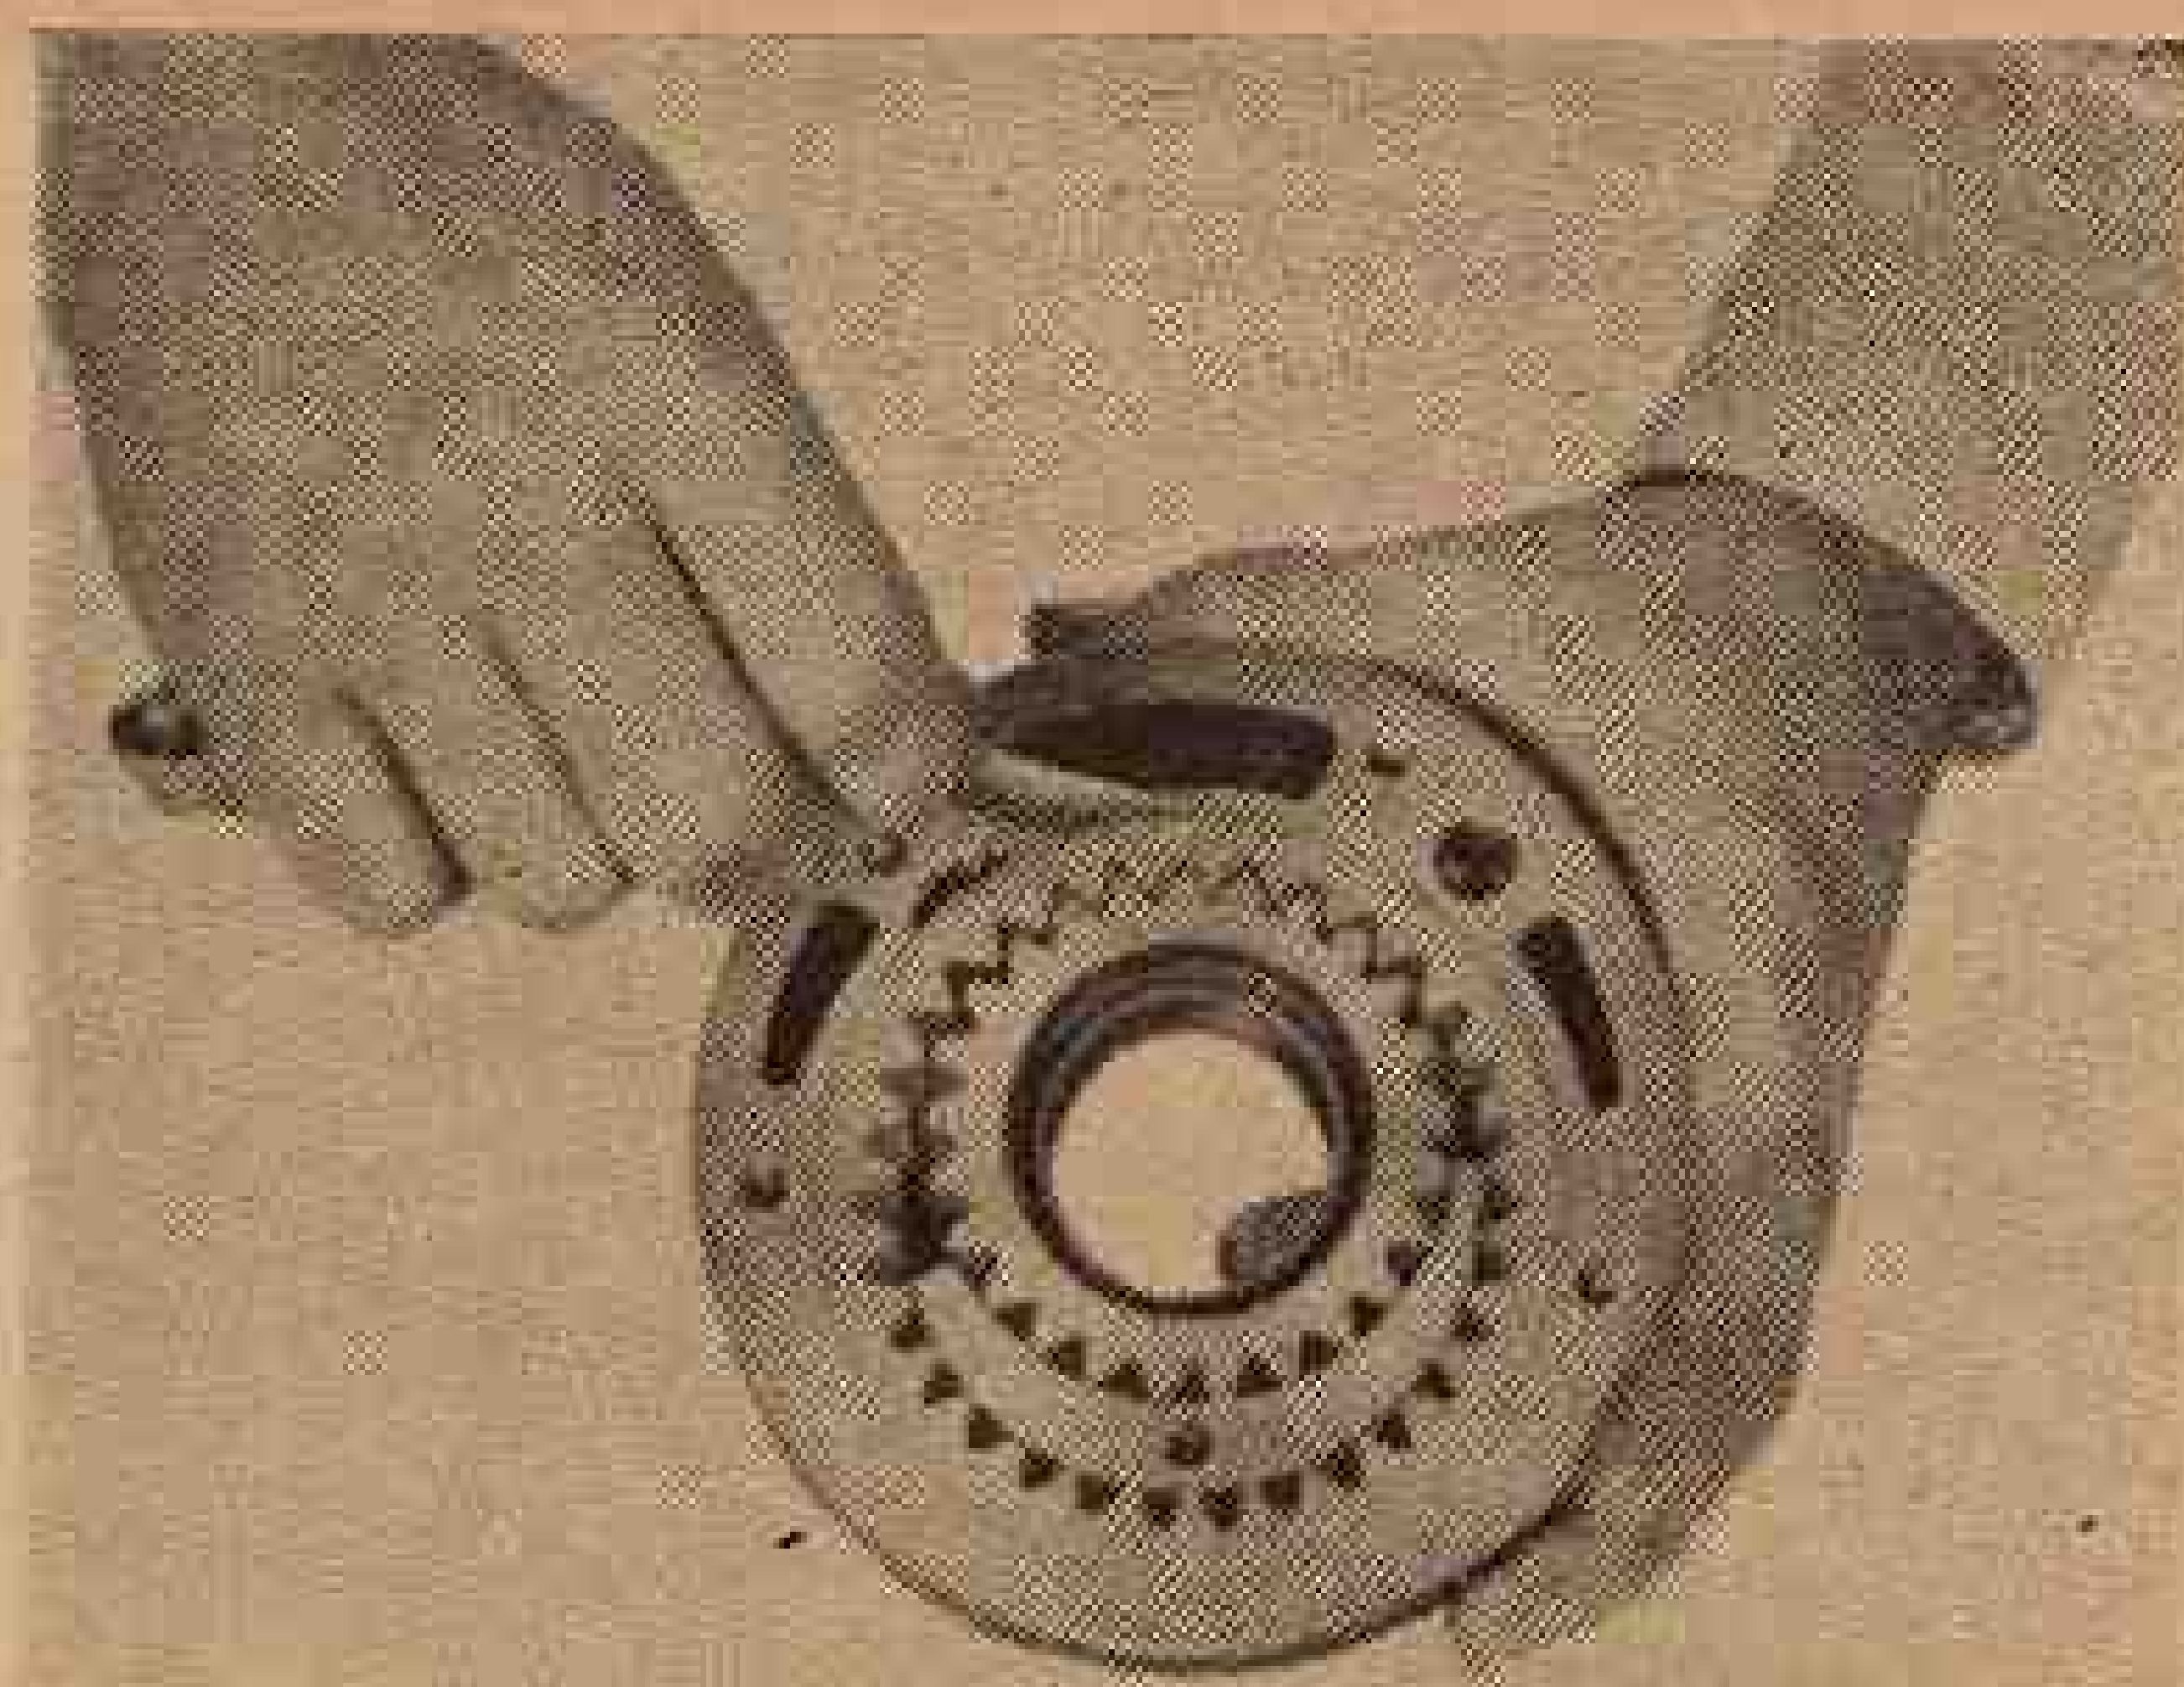

Fig. 30 — Verificando a folga entre o diâmetro externo da engrenagem e o corpo.
a) — A folga entre o diâmetro externo da engrenagem e o corpo, que deve ser de 1 a 2 milésimos de polegada (fig. 30).